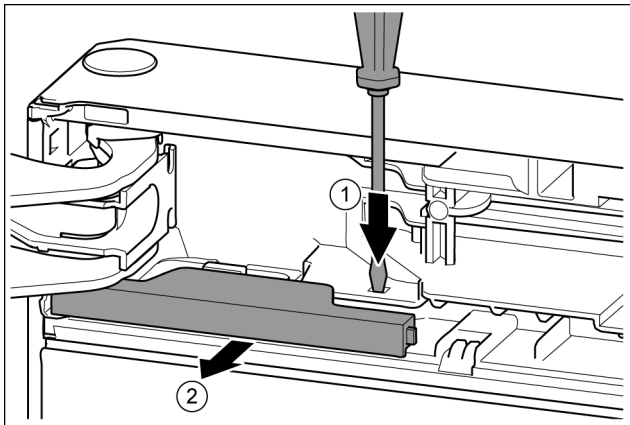

Fig. 11
- ▶ За допомогою шліцевої викрутки притисніть накладку. *Fig. 11 (1)*
- ▶ Витягніть кришку з фіксатора. *Fig. 11 (2)*